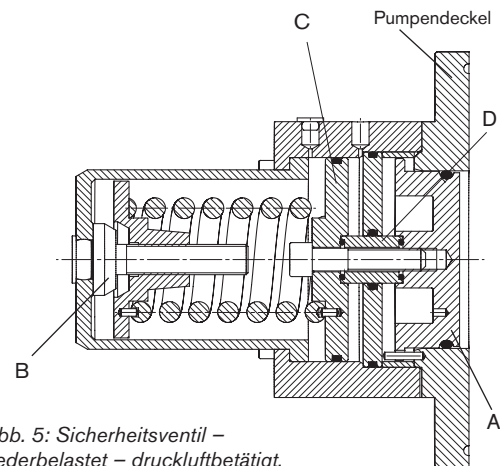

Abb. 5: Sicherheitsventil – Federbelastet – druckluftbetätigt, teilweise geöffnet
Abb. 5 zeigt das Ventil im teilweise geöffneten Zustand. Der Druck des Mediums im Innern des Rotorgehäuses hat den Ventilkopf (A) über die Abstandshülse und den CIP/SIP-Kolben gegen die Kraft der Feder angehoben.